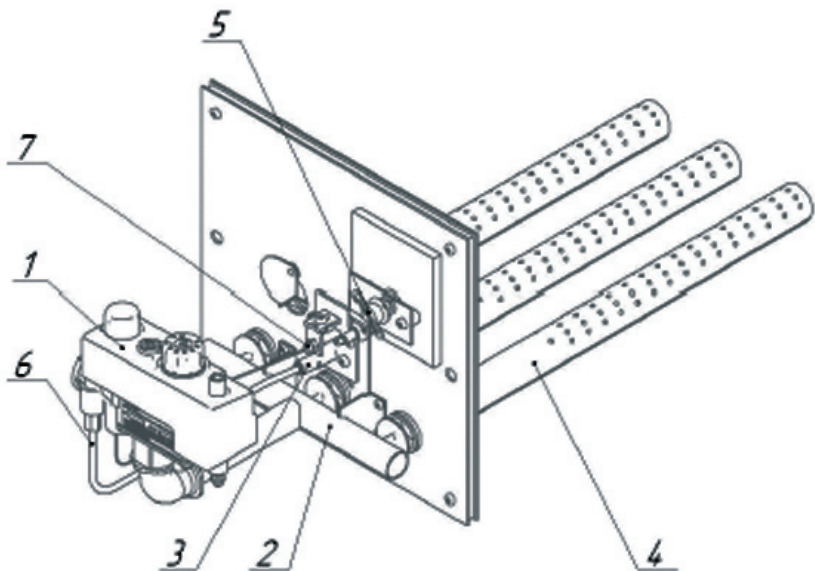

Рисунок 3 - Состав устройства газогорелочного УГ-САБК-АВ
6.3 Срабатывание газового блока в аварийном режиме (рис.3):